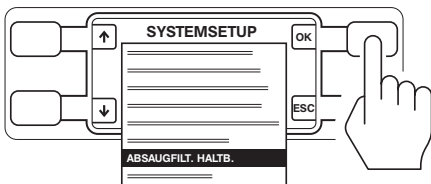

Abbildung 5 – Absaugfilter-Option auswählen
4. Auf dem Bildschirm SYSTEMSETUP die Tasten neben den Pfeilsymbolen drücken, um ABSAUGFILTER HALTBARKEIT (ABSAUGFILT. HALTB.) zu markieren. Die Taste neben OK drücken, um die Auswahl zu treffen (Abbildung 5).